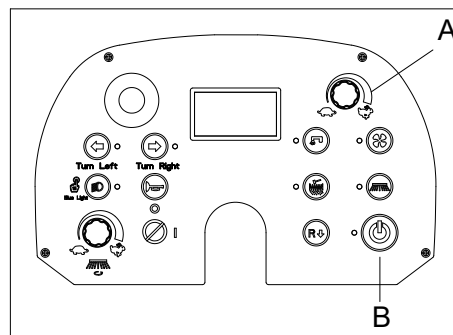

Figura 19
- Ajuste o botão de regulação de velocidade (A, Figura 19) para minimizar a velocidade de condução.
- Pressione o botão de início (B, Figura 19) para baixar a escova principal e ligue-a por cerca de um minuto pressionando o pedal do acelerador.